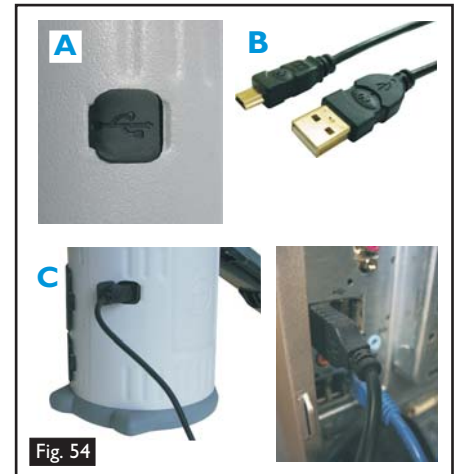

Fig. 54
- Alle Testifire-Haupteinheiten sind mit einem Mini B USB-Anschluss an der Behälterseite ausgestattet (Abb. 54 A). Mit dem mitgelieferten flachen USB-Kabel A-Standardstecker an B-Mini 5 Pin Stecker (B) kann das Testifire-Gerät zum Herunterladen von Software-Updates an einen Rechner angeschlossen werden (C).